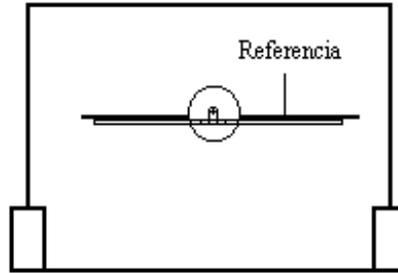

Figura 4. Montaje del sistema
1. Con la ayuda de un nivel de burbuja, trace una línea horizontal sobre el tablero de experimentación y realice el montaje como se muestra en la figura 4.